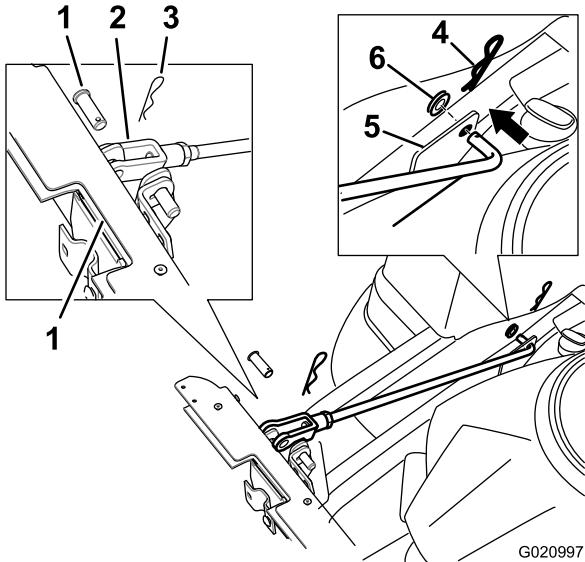

Figura 7
7. Instale dos varillas de apoyo, una en cada lado del bastidor del ensacador. Localice el soporte existente entre la rueda motriz trasera y el bastidor (Figura 7).
8. Introduzca los extremos doblados de la varilla en el bastidor del ensacador según se muestra en Figura 7.
- D. Sujete la horquilla de la varilla al bastidor del ensacador con un pasador y una chaveta (Figura 7).